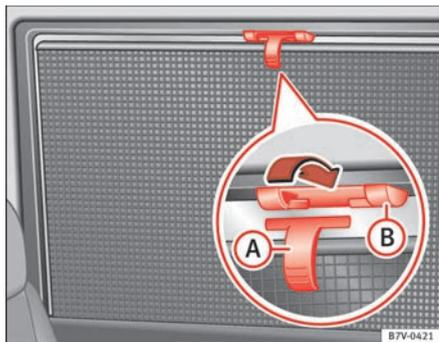

Abb. 70 Im hinteren rechten Fenster: Sonnenschutzrollo.
- Sonnenschutzrollo am hervorstehenden Griff ⇒ Abb. 70 (A) ganz nach oben ziehen.
- Haltestange mit den beiden Ösen in die entsprechenden Halterungen (B) einhängen. Prüfen, dass das herausgezogene Sonnenschutzrollo sicher in den beiden Halterungen (B) eingehängt ist.